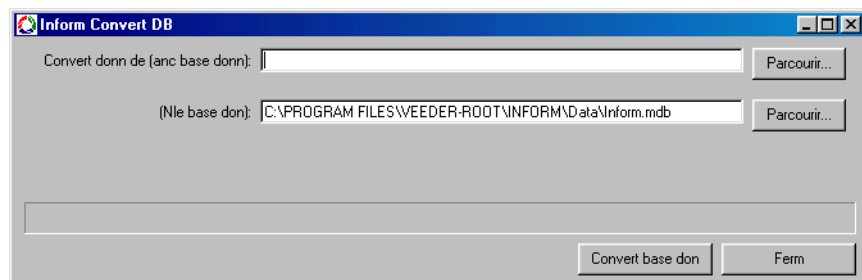

Figure 2. Boîte de dialogue InformDB Converter (Convertisseur InformDB)
2. La boîte de dialogue Inform Database Converter (Convertisseur de base de données Inform) apparaît (voir Figure 2).